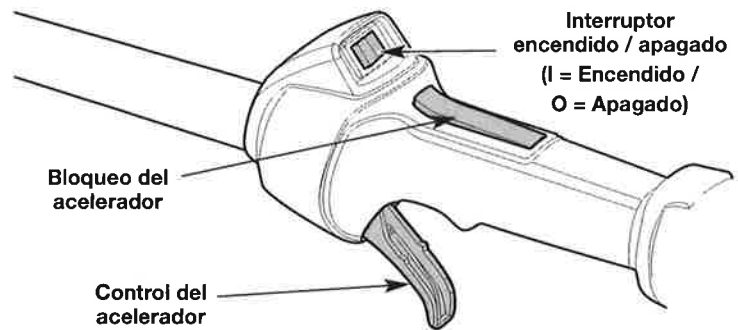

Fig. 7
NOTA: No hay necesidad de encender la unidad. El interruptor de Encendido/Apagado debe estar en la posición **Encendido (I)** en todo momento (Fig. 7).
6. Oprima y mantenga el bloqueo de acelerador. Apriete y mantenga apretado el control del acelerador. (Fig. 7). Tire de la cuerda de arranque con un movimiento controlado y firme **5 veces** (Fig. 9).
2. Oprima y no suelte el interruptor de control de Encendido y Apagado en la posición **Apagado (O)** hasta que el motor se detenga por completo (Fig. 7).